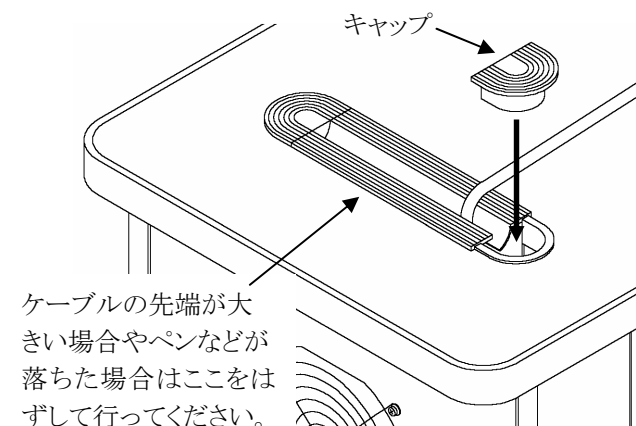

図20 天板のケーブル挿入
- ① 天板からのケーブルの挿入は、ケーブル引込口左右のキャップをはずし、その穴からケーブルを通し中央に寄せて、キャップを元に戻してください。(図20)